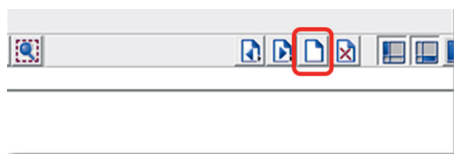

Figura 4.173 – Novo gráfico.
- Na barra de ferramenta principal, selecione *New Page* (conforme ilustrado na Figura 4.173).